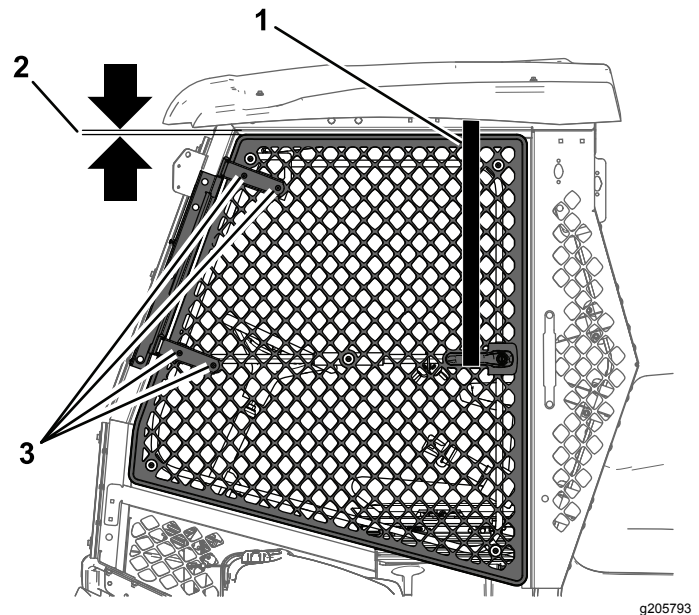

Bild 12
- Positionieren Sie ein Ende eines Spanngurts oben an der Rahmenschiene und das andere Ende am Türgriff (Bild 12).
- Lösen Sie die vier Schrauben und vier Muttern am Türscharnier (Bild 12).